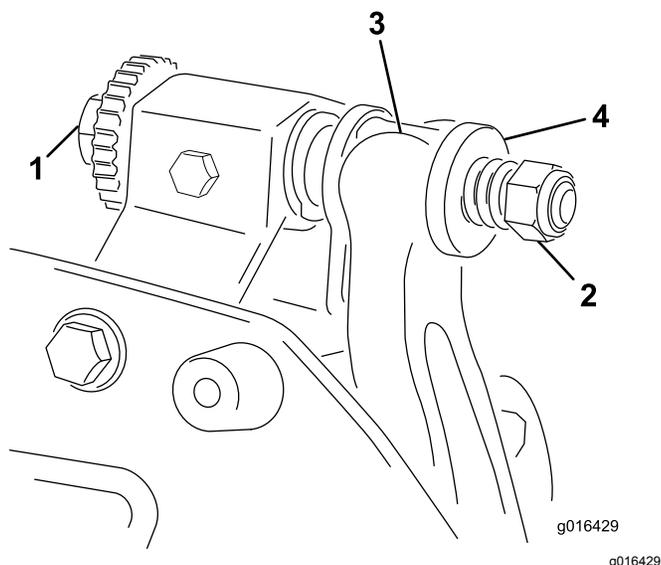

图21
1. 逆时针旋转底刀架调节螺丝将底刀后撤离开滚刀图21。
2. 退出弹簧加压螺母直到垫圈不再对底刀架图21施压。
1. 安装底刀架将安装吊耳固定在垫圈与底刀架调节螺丝之间图21。